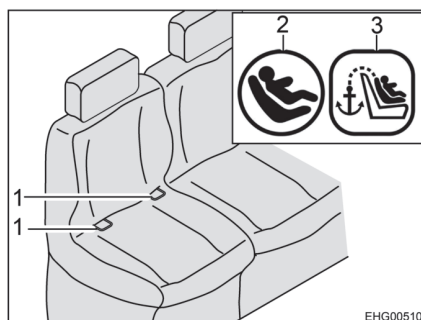
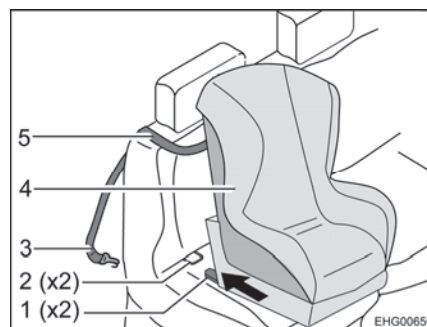

Fig. 12 Sièges avec Isofix
Fig. 13 Fixation avec Top-Tether
- Faire passer la sangle Top-Tether (Fig. 13,5) sur le coussin de dossier (entre l'appuie-tête et le renvoi de la ceinture de sécurité).
- Accrocher le crochet de fixation (Fig. 13,3) au point d'ancrage en face arrière du siège.
- Encliqueter les bras d'encliquetage (Fig. 13,1) dans les étriers de fixation (Fig. 12,1 et Fig. 13,2). Un cliquetis clair doit être entendu.
- Vérifier à l'aide d'une forte secousse si le siège pour enfant (Fig. 13,4) est bien installé.